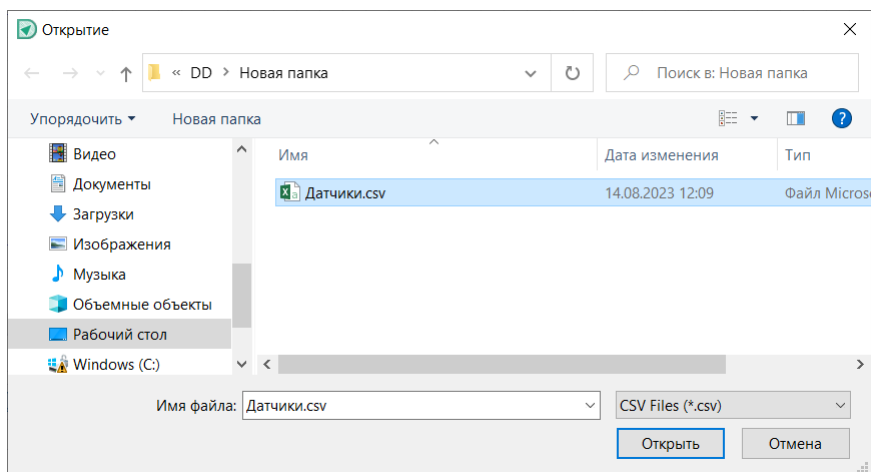

Рис. 309 Выбор csv-файла для импорта радиодеталей
2. С помощью окна проводника выбрать csv-файл, из которого будут импортированы данные радиодеталей, см. Рис. 309.